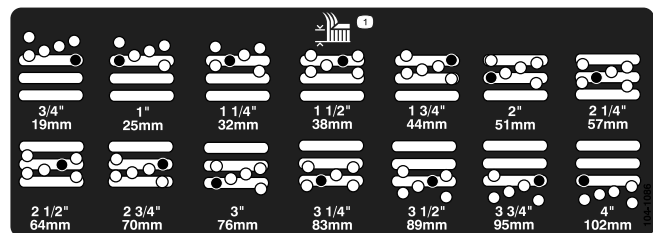

Bild 20
5. Stellen Sie die Kammer auf die gewünschte Schnitthöhe ein und setzen Sie das Distanzstück im gewünschten Schnitthöhenloch und -schlitz ein (Bild 20).